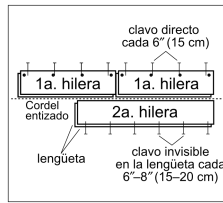

Figura 8
- Si usa un martillo clavador neumático de acabado para clavar perpendicularmente el lado de la ranura a 1/2" (13 mm) desde el borde a intervalos de 6" (15 cm) y 1"-3" (2.5-7.6 cm) de cada extremo, entonces realice el clavado invisible usando la pistola de acabado colocándola en un ángulo de 45°, clave a través de la "cavidad" situada sobre la lengüeta cada 6"-8" (15-20 cm) (Figura 8).
- Si usa clavos de acabado, taladre con anterioridad los agujeros de los clavos con una broca de 1/32" (2 mm) a aproximadamente 1/2" (13 mm) desde el borde trasero (ranura), 1"-3" (2.5-7.6 cm) de cada extremo y a intervalos de 6" (15 cm). Taladre con anterioridad en los mismos intervalos y en un ángulo de 45° a través de la "cavidad" situada sobre la lengüeta (Figura 8). Clave perpendicularmente el lado de la ranura que había sido pretaladrado. Cuando termine, realice el clavado invisible en un ángulo de 45° a través de la lengüeta de la primera hilera. Asegure utilizando clavos de acabado 6 u 8d. Avellane los clavos para asegurar el enganche al ras de la ranura. Evite magullar la madera dura cuando utilice un embutidor de clavos para avellanar los clavos.